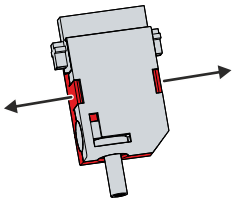

Abb. 15: Demontage Zulentlastungsgehäuse
1. Biegen Sie mit den Fingern die Rastnasen am Unterteil leicht nach außen (siehe Abb. 15).